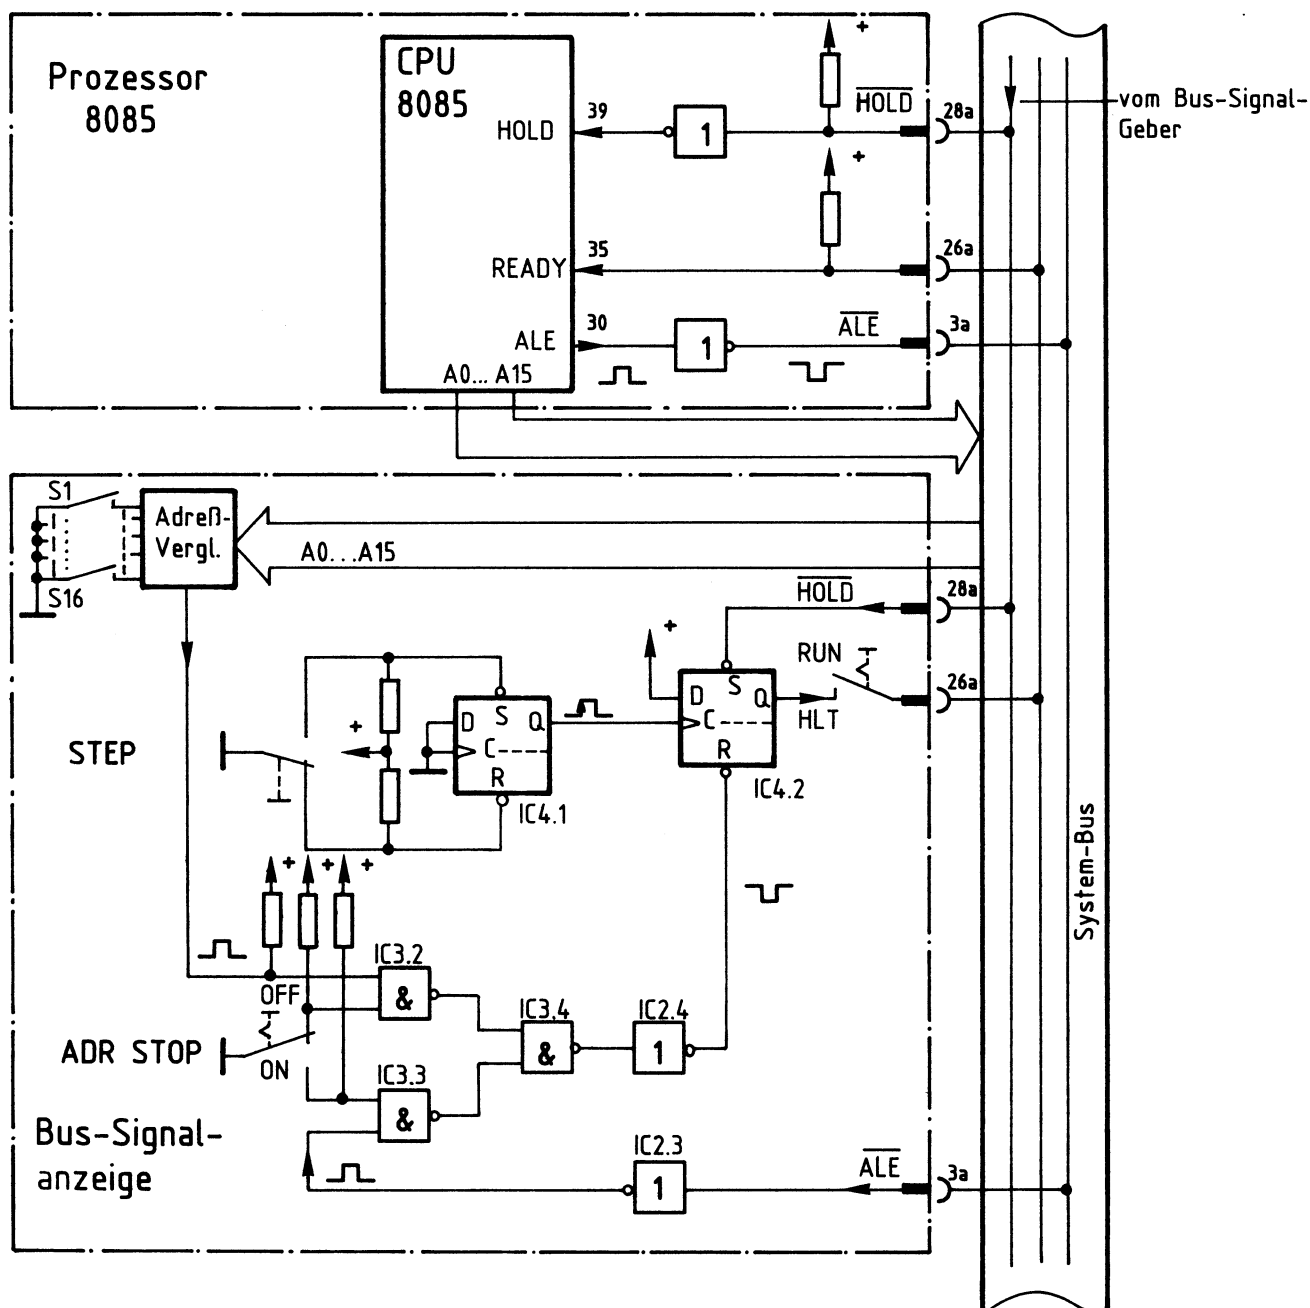

Bild 19: Zusammenwirken Prozessor 8085 und Einzelschrittsteuerung.
Alle zur Einzelschrittsteuerung gehörenden Funktionsgruppen befinden sich auf der Baugruppe "Bus-Signalanzeige". Bild 19 zeigt den entsprechenden Teil der Schaltung mit den erforderlichen Verbindungen zur CPU.
5.3.1. Einzelschrittbetrieb ohne Adressenstop (siehe Bild 19)